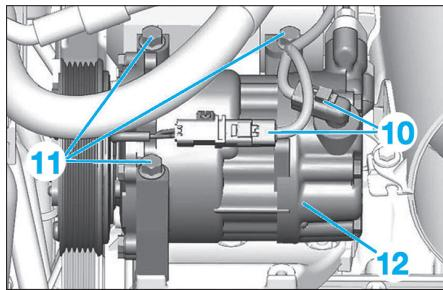

Fig. 63
- le maxi-fusible du faisceau d'alimentation (9),
- le connecteur du faisceau d'alimentation (9) en "b".
- Pour les véhicules équipés de la climatisation, débrancher les connecteurs (10) (Fig.63).